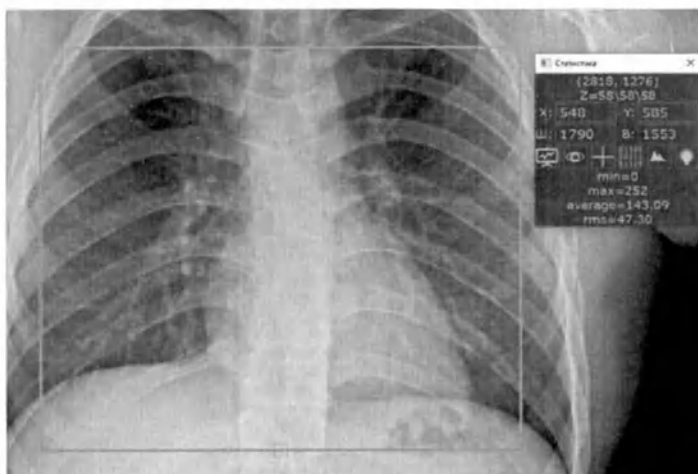

Рис. 97 Внешний вид окна "Статистика"
- На экране отобразится окно «Статистика» отобразятся значения координат и яркости (Рис. 97 Внешний вид окна "Статистика")